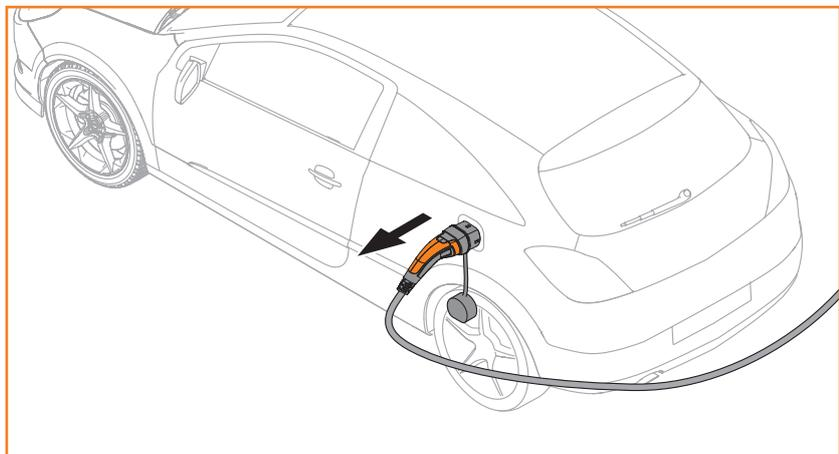

Bild 5 Verbindung trennen
- ▶ Entfernen Sie das Ladekabel vom Fahrzeug (siehe Bild 5).